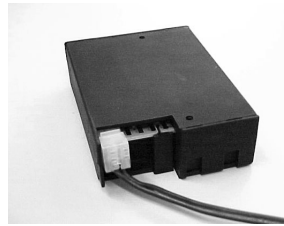

fig. 7
- Liga os fios aos conetores do bloco de regulação de gás. As bujões têm várias dimensões e são conforme com os conetores no bloco de regulação de gás (fig. 7).